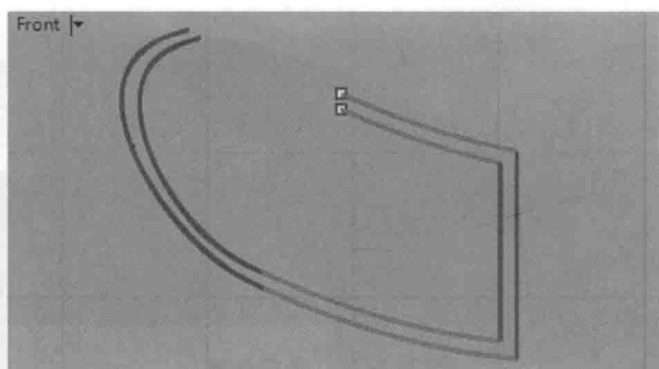

图 5-79 修剪曲线
- (6) 单击工具箱中的【修剪】按钮,修剪曲线,如图 5-79 所示。